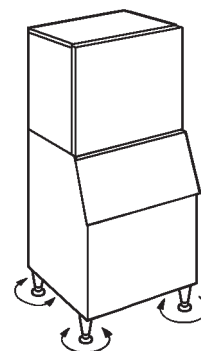

Fig. 5
- 7) Régler les quatre pieds du bas (ils sont réglables de 0 à 25,4 mm) pour que la machine à glace soit parfaitement à l'horizontale. Utiliser pour cela le niveau à bulle. Voir fig. 5.